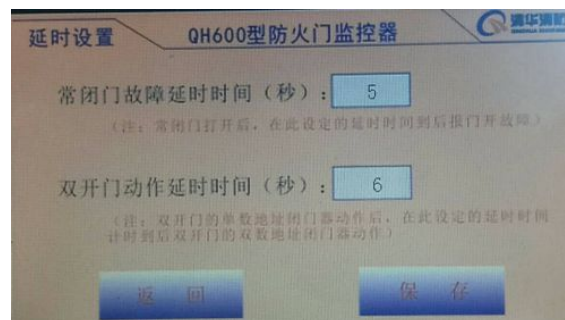

图 4.12 延时设置屏幕
直接按“启动”键或在系统主菜单下进入“手动操作”菜单，如图 4.12 所示，输入回路号、地址号后，系统会显示出设备类型（电动闭门器、电磁释放器）及当前状态（开/闭）；按“启动”可启动设备；实现直接控制与其连接的每一个电动闭门器和释放器的动作状态。
4.4.9 **延时设置**：进入延时设置菜单，数字键输入新的时间，按保存。如图 4.12。